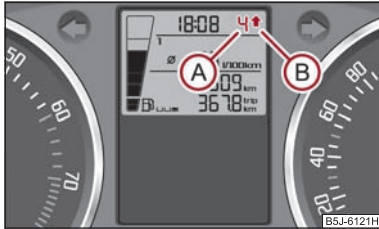

Fig. 17 Recomandare pentru schimbarea treptei de viteză
Pe afișajul tabloului de instrumente se prezintă o informație despre treapta de viteză selectată (A) ⇒ fig. 17.